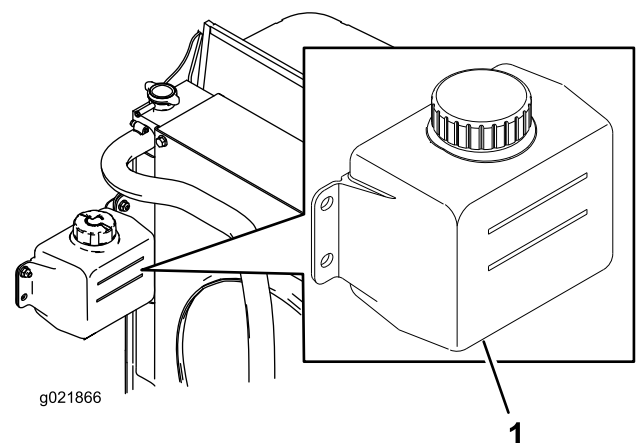

Figura 29
1. Compruebe el nivel de refrigerante en el depósito de expansión (Figura 29).